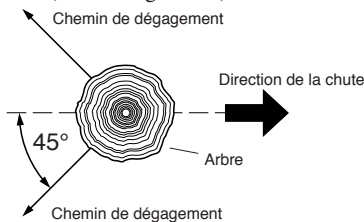

Figure 11 - Chemin de dégagement pour s'éloigner de l'arbre
3. Avant d'abattre un arbre, prévoir un chemin de dégagement et le dégager. Le prévoir à l'opposé de la direction de chute de l'arbre et à un angle de 45°. (Voir la Figure 11.)